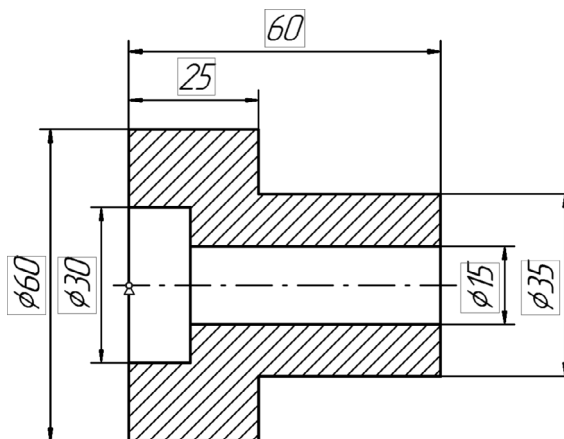

Рис. 66.14.
17. Постройте в модели ассоциативную штриховку (рис. 66.14). Проставьте размеры и дайте им значения, показанные на рисунке.